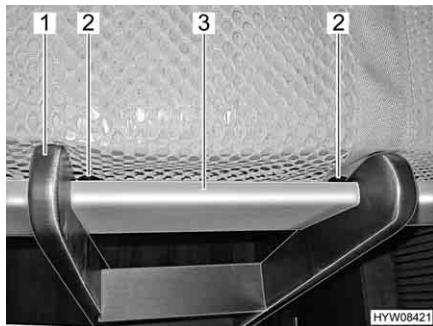

Fig. 75 Scaletta di accesso (agganciata)
*Agganciare:* ■ Agganciare la scaletta di accesso (Fig. 75,1) con le due staffe nella barra di presa (Fig. 75,3) al letto basculante. Durante l'agganciamento fare attenzione che i longheroni della scala vengano posizionati attraverso i due dispositivi di fissaggio (Fig. 75,2). Questo serve a impedire che la scaletta di accesso scivoli di lato.
*Stivamento:* ■ Staccare la scaletta di accesso (Fig. 75,1) dalla barra di presa (Fig. 75,3) nel letto basculante.